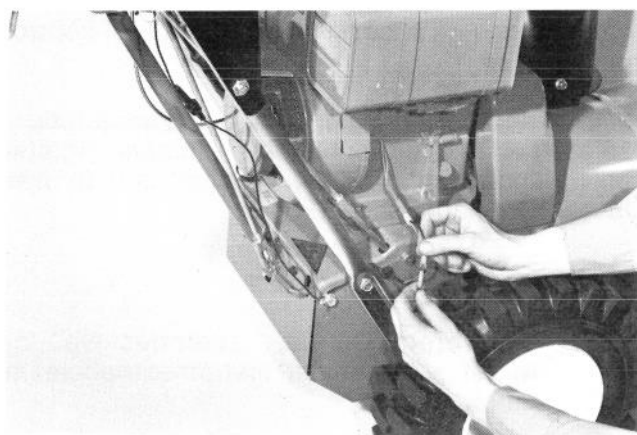

Fig. 14
4. Tilslut den sorte ledning fra lygten til den sorte ledning fra ledningsnettet (Fig. 14).